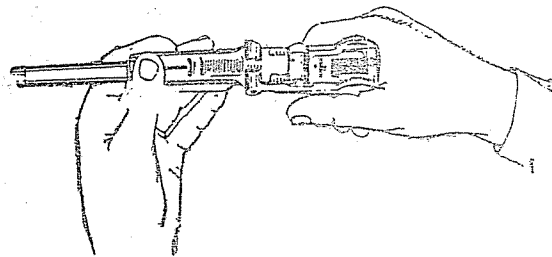

Рис. 44. Как присоединить ствольную коробку (положение второе)
7. Повернуть пистолет, как показано на рис. 44, и продвинуть ствольную коробку доотказа. При повороте пистолета тяга должна повернуться и при окончательном оттягивании ствольной коробки взводить боевую пружину.